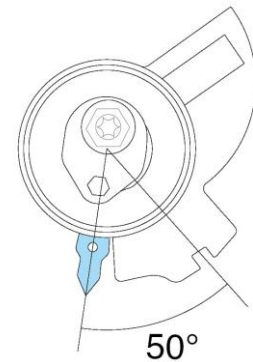

Fig. 5
- Rimuovere la spina e ruotare il tenditore in senso antiorario (vedi freccia sulla piastrina) fino a portarlo in posizione di massima tensione (Fig. 5).